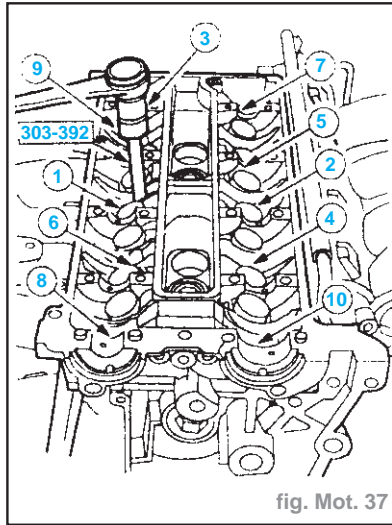

fig. Mot. 37
- Poser la culasse : (fig. Mot. 37)